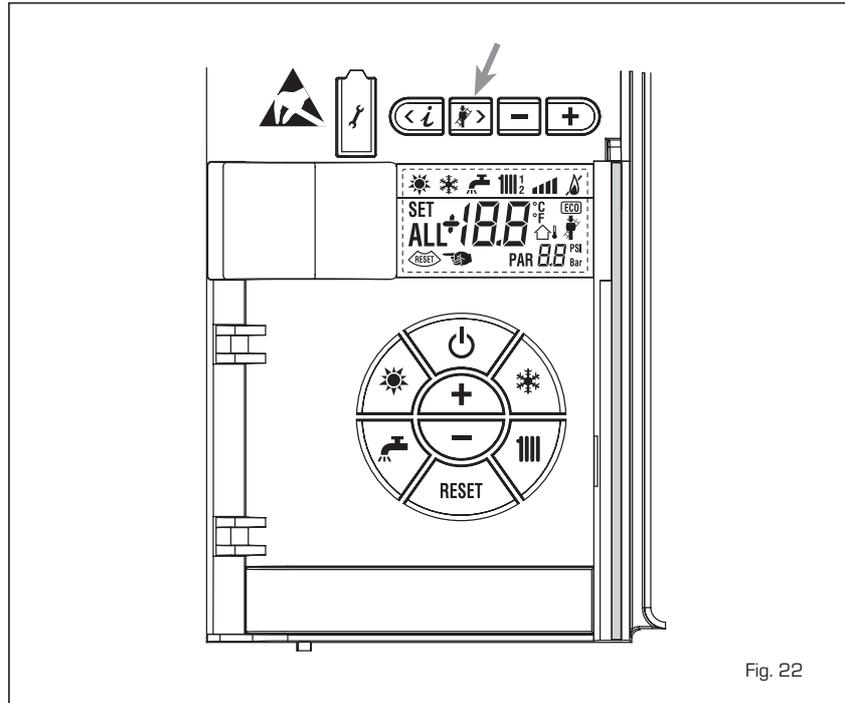

Fig. 22
4.5.1 Função limpa-chaminés (fig. 22)